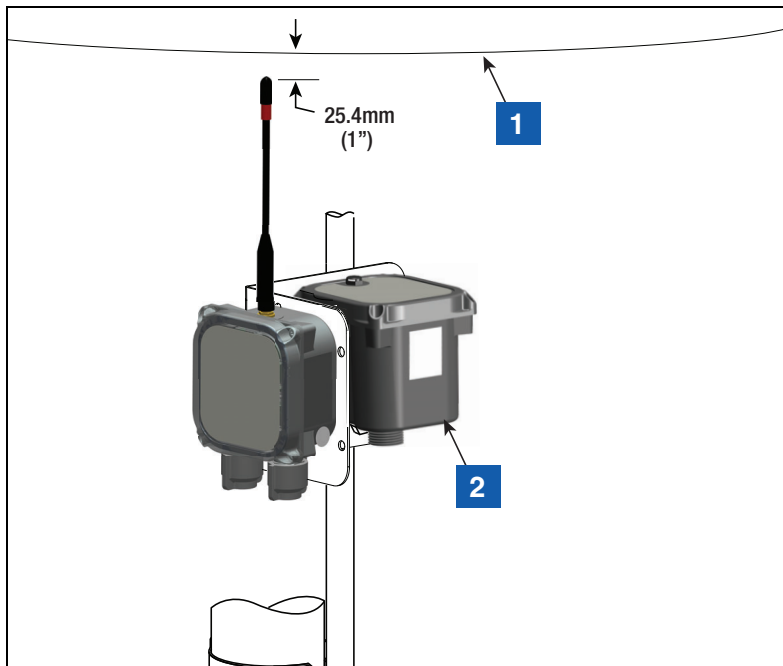

Abbildung 17. Halterung in empfohlener Position für die Senderantenne installieren
5. Die in Schritt 4 installierten Klemmen auf der Rückseite der Halterung lösen und die beiden Klemmen über das Rohr nach unten schieben. Die Halterung so positionieren, dass die Spitze der Antenne rund 25,4 mm (1 Zoll) unter der Schachtoberseite ist, dann die beiden Klemmen festziehen (siehe Abbildung 17). Den Batteriepack wie gezeigt in die Halterung einsetzen.
LEGENDE FÜR DIE ZAHLENFELDER ABBILDUNG 17